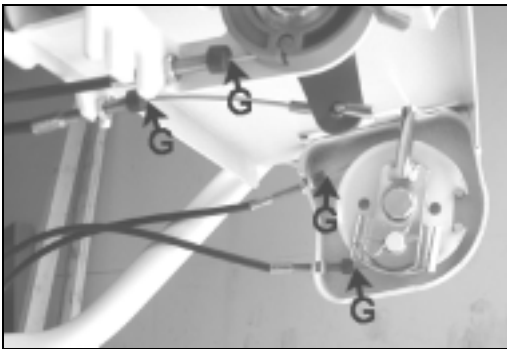

Figure 18
- Lubrifiez les points repérés G sur les figures 18; 19 et 20 avec de l'huile fine.